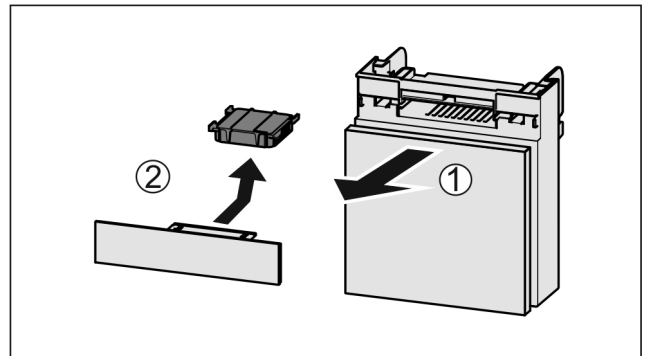

Fig. 143
- Estrarre il vano tirando in avanti Fig. 143 (1).
- Rimuovere il filtro a carboni attivi Fig. 143 (2).